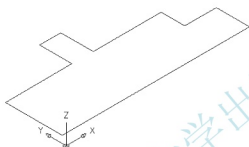
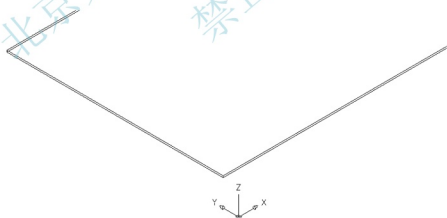

图 6.34 调整视图
图 6.35 拉伸屋面板
(1) 执行菜单栏中的【视图】|【三维视图】|【西南等轴测】命令，将视图调整为轴测视图状态，结果如图 6.34 所示。
(2) 执行菜单栏中的【绘图】|【实体】|【拉伸】命令。
① 在**选择对象**:提示下,选择图 6.34 中由多段线变成的面域。
② 在**指定拉伸高度或 [路径(P)]:**提示下,输入“100”,指定将面域向上拉伸 100mm。
③ 在**指定拉伸的倾斜角度<0>:**提示下,输入“0”,结果如图 6.35 所示。